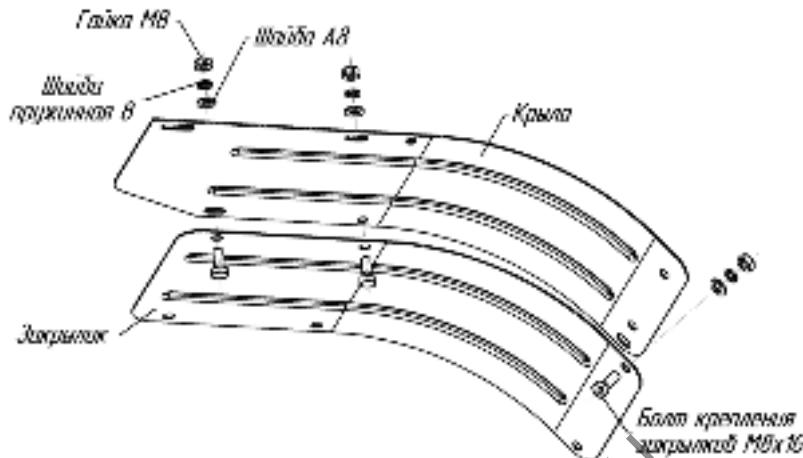

Рис.11 Схема крепления закрылков.
закреплены с помощью исправного стандартного инструмента (рис.11).
10. При работе с фрезами-культиваторами необходимо установить закрылки (рис.11).